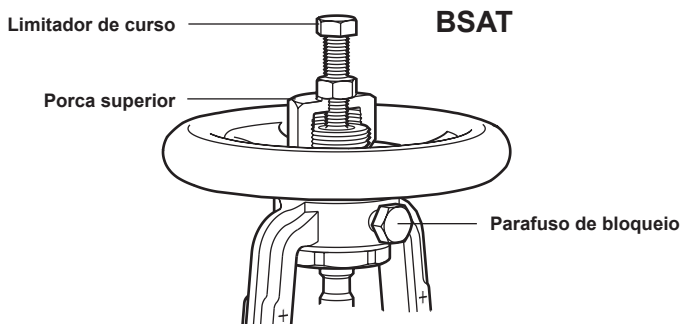

Fig. 8
- 5,4** As válvulas BSAT estão equipadas com um obturador de estrangulamento para permitir um controlo apertado ao abrir a válvula. O número de voltas abertas afectará o caudal através da válvula. Uma vez obtido o caudal correto, assegure-se de que o parafuso de bloqueio e o limitador de curso (ver Fig. 8) estão apertados. Isto minimizará qualquer vibração. O efeito da abertura da válvula para cada tamanho de válvula pode ser visto no gráfico, página 20.